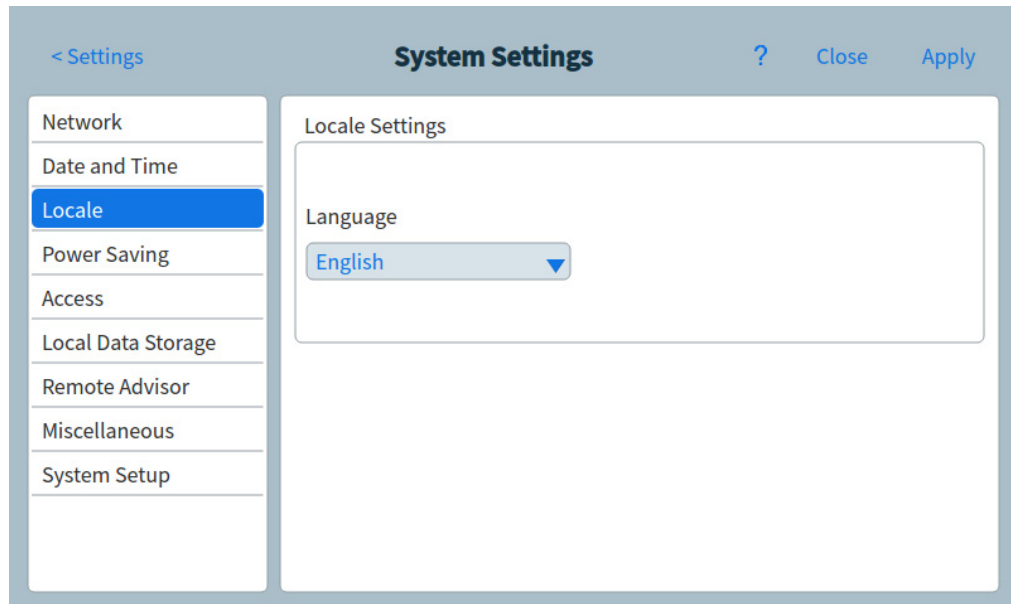

Figure 46. Page Paramètres régionaux
- 1 À partir de la page Paramètres du système, sélectionnez le bouton de sélection de page **Paramètres régionaux**. La page Paramètres régionaux apparaît. Voir **Figure 46**.